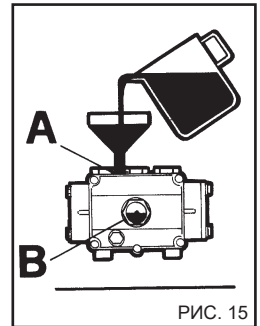

РИС. 15
- 4) Установите на место сливной винт и залейте свежее масло через заливную крышку сверху (рис. 15А) до уровня, указанного в смотровом стекле (рис. 15В).